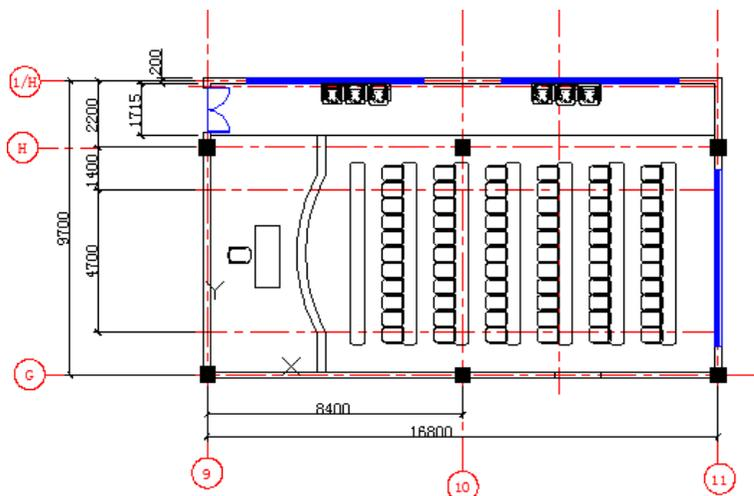

图 17.12.44 标注尺寸
Step3. 用 **标注(B) → 线性(L)** 命令创建线性标注, 完成后的图形如图 17.12.44 所示。